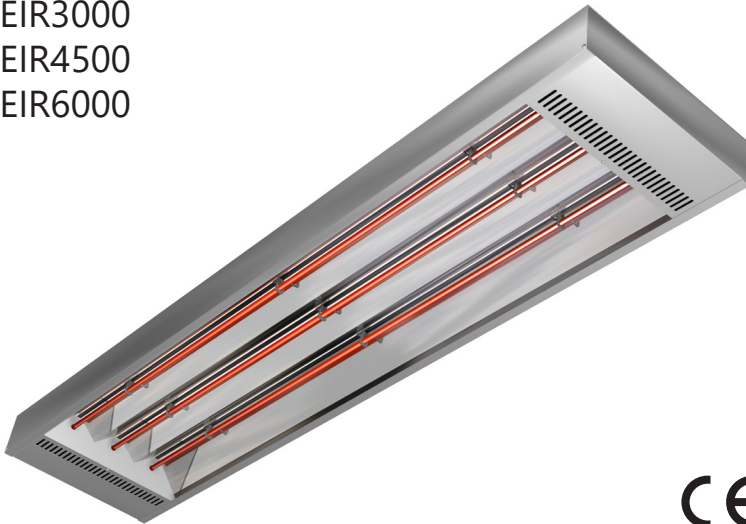

Fig.1
1. The EIR Industry can be mounted to the ceiling or on the wall, horizontally, where the lowest installation height is 2.3m from the floor level. Respect and follow the minimum distances to the surrounding surfaces, according to fig.1.
1. Der EIR Industry kann an der Decke oder an der Wand montiert werden (horizontal). Die niedrigste Montagehöhe beträgt 2,3 m. Die Mindestabstände laut fig.1 sollten eingehalten werden.
1. Le EIR Industry peut être monté sur les murs ou le plafond (horizontal). La hauteur de fixation minimale est de 2,3 mètres. Les distances minimales selon la fig.1 doivent être respectées.
1. De Energolnra Industry kan aan wanden of plafond (horizontaal) worden gemonteerd. De minimale bevestigingshoogte is 2,3 meter. De minimale afstanden volgens fig. 1 dienen in acht te worden gehouden.